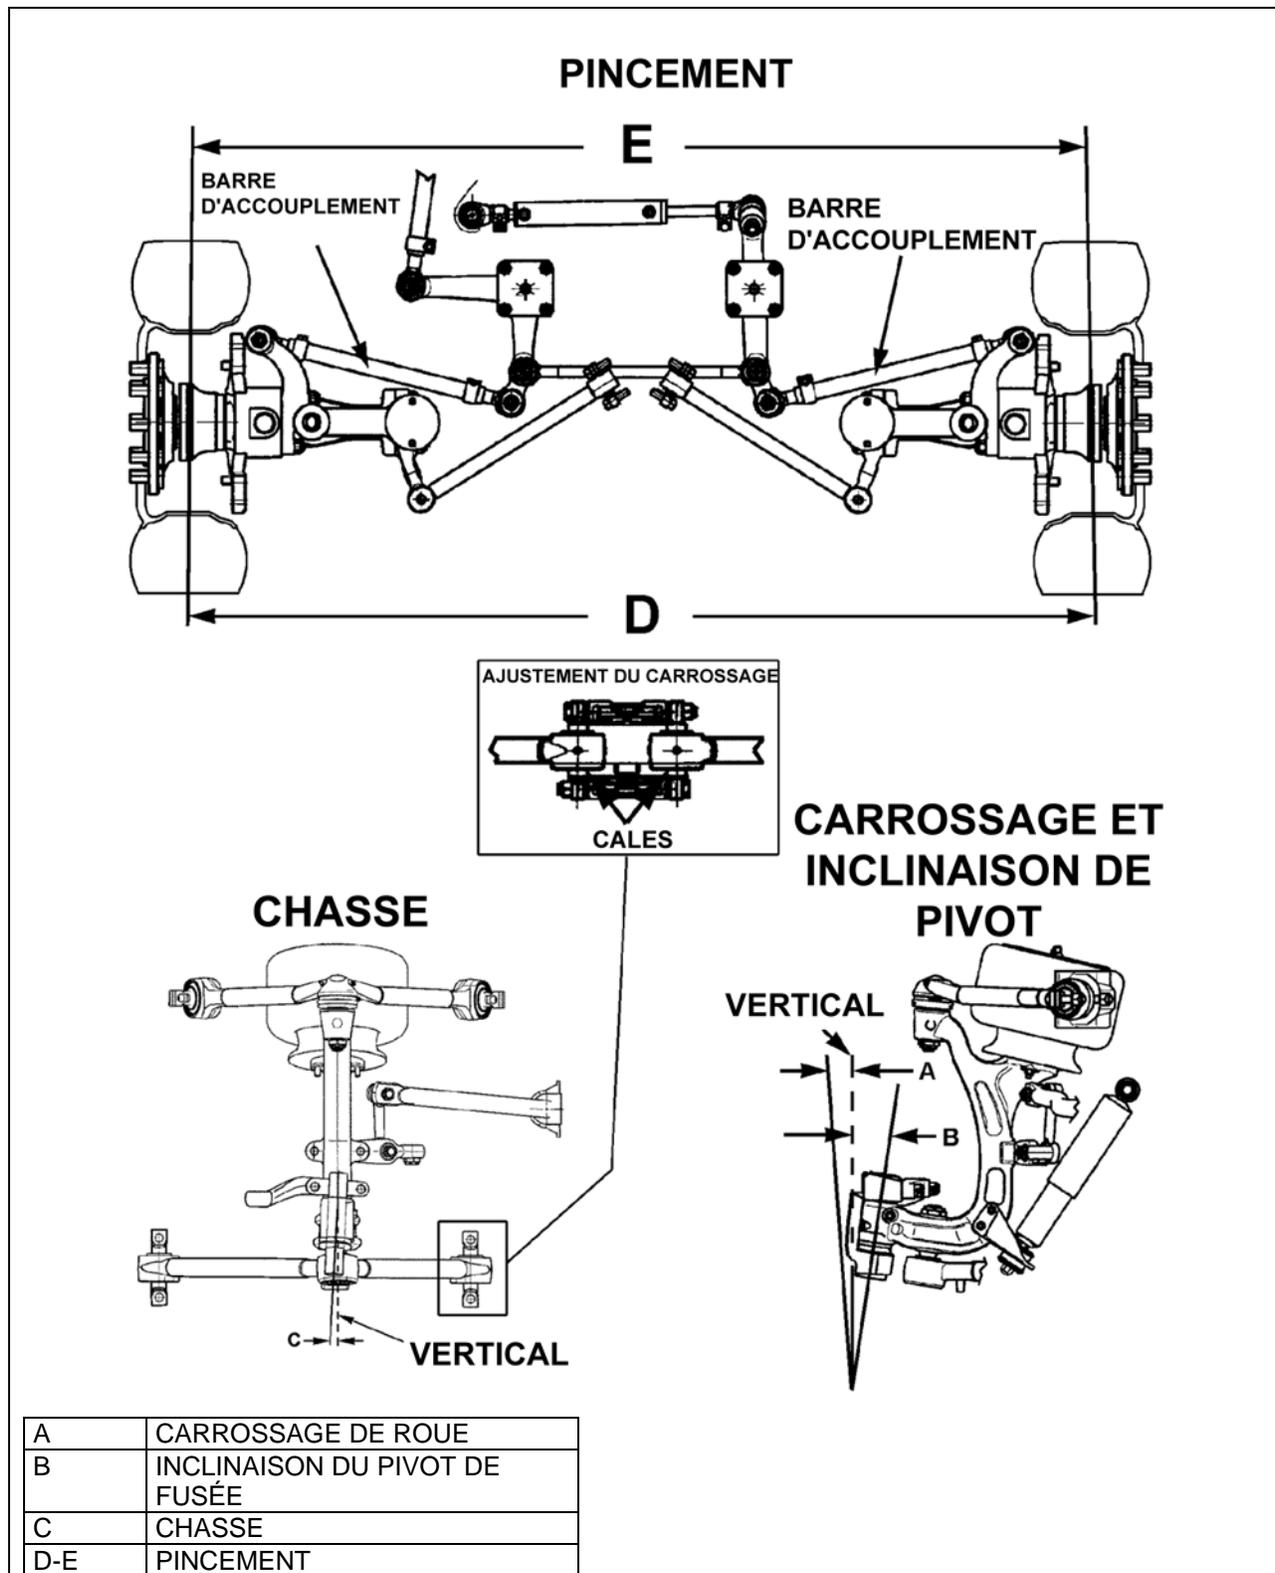

FIGURE 28 : SCHÉMA DE GÉOMÉTRIE DU TRAIN AVANT
Carrossage de roue : le carrossage est le nombre de degrés auquel le haut de la roue est incliné vers l'intérieur ou l'extérieur à partir de la verticale vraie (Figure 28).
(D moins E, Figure 28).
(B, Figure 28).
(C, Figure 28).
2. En utilisant une pince tubes, faire tourner les tubes de barre d'accouplement pour obtenir la mesure du pincement spécifiée à l'étape 5, paragraphe Vérification du pincement. (Figure 28)
Des variations de chasse peuvent être dues à un bras triangulaire de suspension supérieure, un bras triangulaire de suspension inférieure ou un carter du pivot de fusée plié. La chasse doit être réglée au moyen de cales. Un appareil de précision doit être utilisé pour mesurer la chasse. Caler le levier coudé et le bras de renvoi pour régler la chasse (Figure 28).
Voir FIGURE 27 & Figure 28.